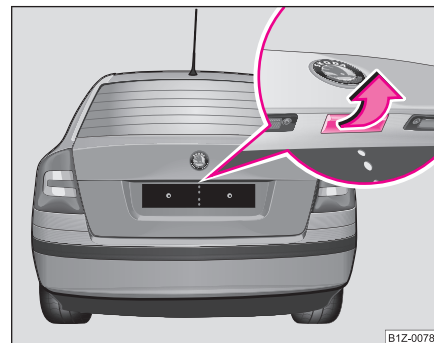

Fig. 30 Asidero de la tapa del maletero
Al abrir y cerrar, mediante el cierre centralizado, **todas** las puertas y la tapa del depósito de combustible* se desbloquean o bloquean conjuntamente. Al abrir se desbloquea la tapa del maletero. Ella se puede abrir presionando el asidero encima de la placa de matrícula ⇒ página 51, fig. 30.
- Presione el asidero ⇒ fig. 30 y levante al mismo tiempo la tapa del maletero.